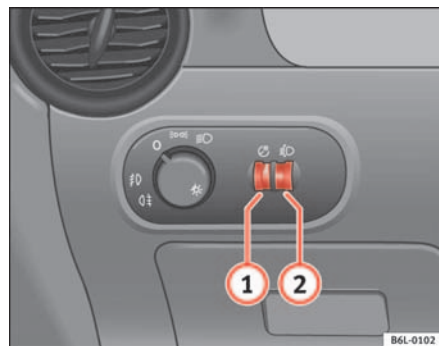

Fig. 57 Détail du tableau de bord : molettes du rhéostat d'éclairage des cadrans et des commandes et du réglage du site des projecteurs
Lorsque l'éclairage est allumé, la luminosité du rhéostat d'éclairage des cadrans et des commandes peut être réglée en continu en tournant la molette ⇒ fig. 57 ①.